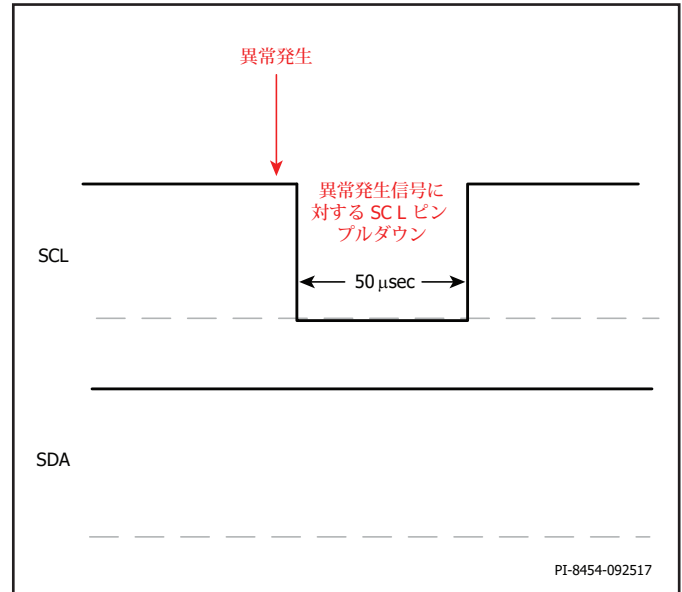

図 17. I²C アイドル中の割り込みマスク
1. SCL ピンがアイドルモード (図 17 参照) の場合、異常が検出されるとただちに、異常割り込みが発生します。割り込みにより SCL ピンは 50 μs の間プルダウンされ、その後開放されて、HI 状態に戻ります。